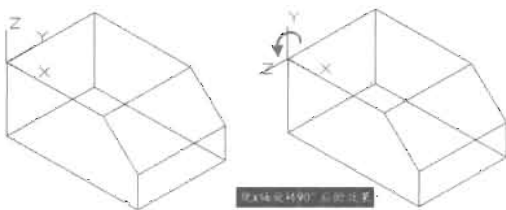

图 12-16
(4) 如果要在与当前构造平面垂直的平面上创建对象, 就需要将 UCS 绕坐标轴进行旋转, 比如说要在这个零件的侧面创建一个圆, 那么就需要绕 X 轴将坐标图标旋转 90° , 如图 12-16 所示, 命令执行过程如下。